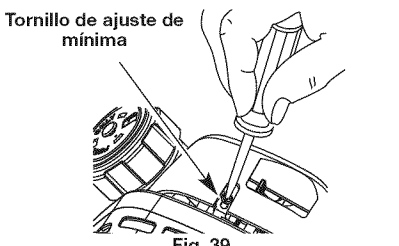

Fig. 39
La velocidad mínima del motor puede ser ajustada. Puede tener acceso al tornillo de ajuste de mínima a través de un orificio en la parte superior de la cubierta del motor (Fig. 39).
2. Suelte el gatillo del regulador y deje que el motor funcione en mínima. Si el motor se para, inserte un destornillador Phillips pequeño en el orificio de la cubierta del motor (Fig. 39). Gire el tornillo de mínima hacia adentro, en **sentido horario**, de a 1/8 de vuelta por vez (según sea necesario) hasta que el motor funcione en mínima suavemente.